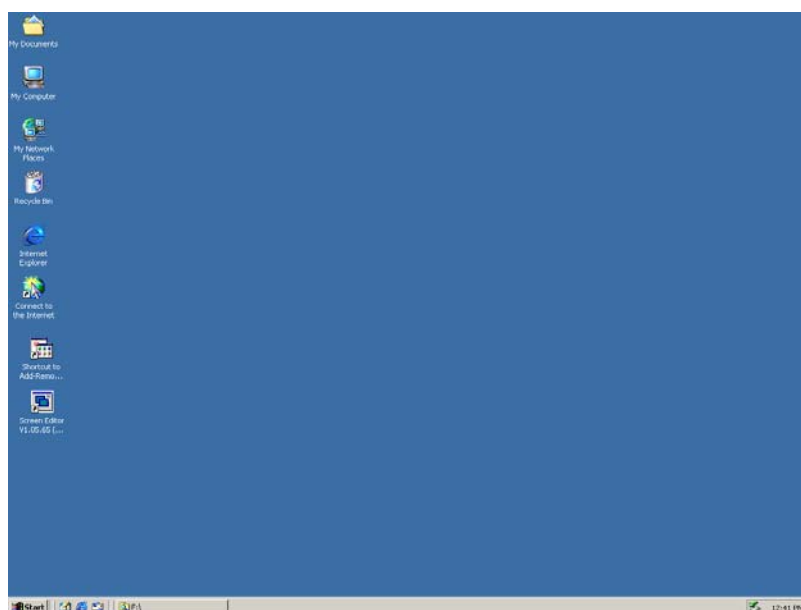

Рис. 2.1.1 Рабочий стол Microsoft Windows
- Шаг 1: Запустите ПК с установленной на нем операционной системой Win2000 или WinXP. (Рис. 2.1.1)